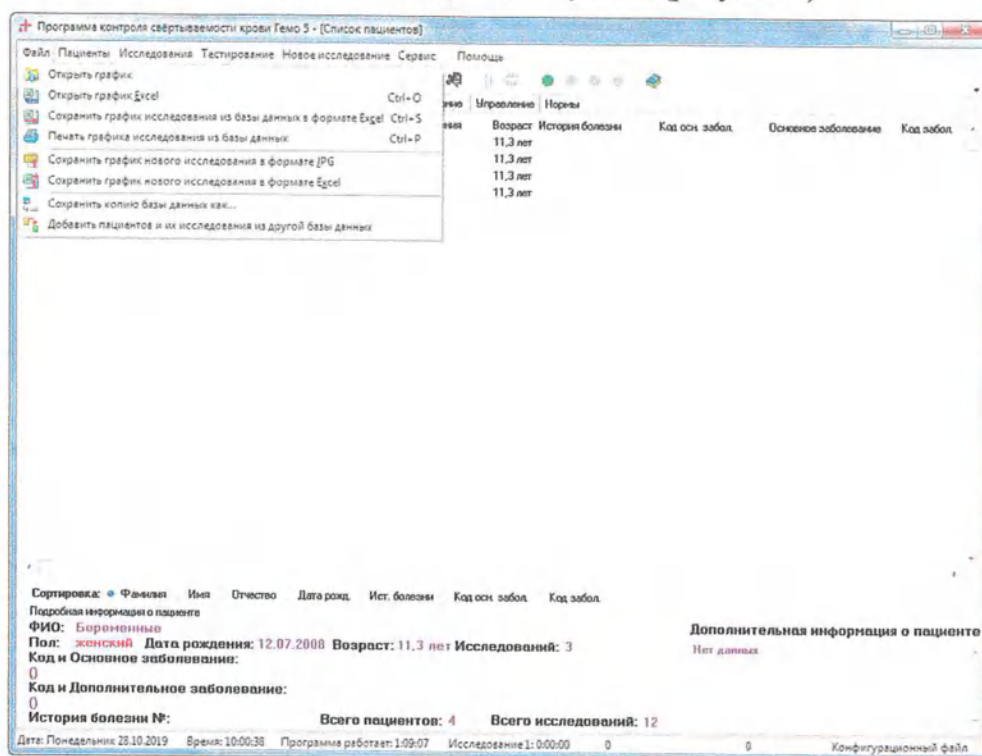

Рисунок 4 – Главное меню «Файл»
7.3.1 Меню «Файл» содержит следующие пункты (рисунок 4)